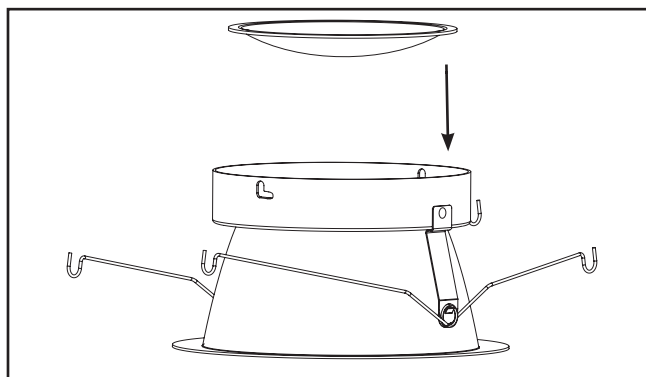

Figura 7.
- Inserte la lente en la moldura inferior con su parte cóncava mirando hacia abajo (Figura 7.).